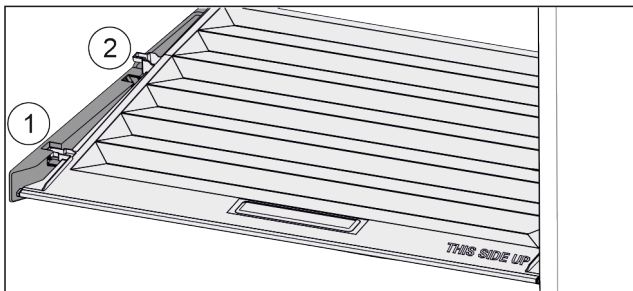

Fig. 91
- Tirer le couvercle vers l'avant jusqu'à dans l'orifice des pièces de retenue Fig. 91 (1).
- Le soulever par le bas à l'arrière et le sortir par le haut Fig. 91 (2).